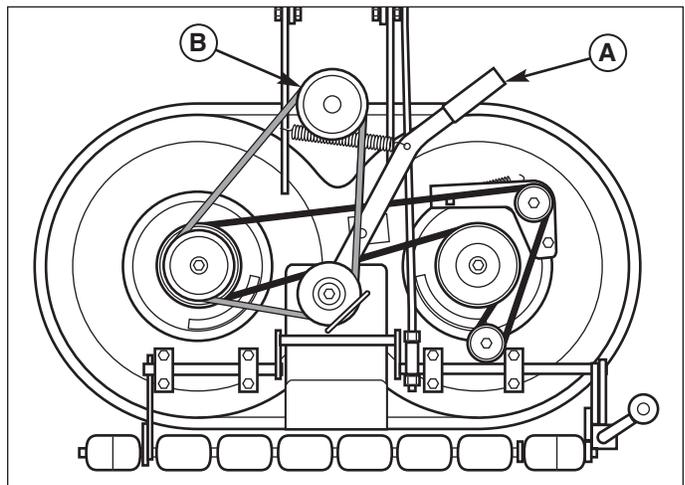

Figure 11. Enlèvement et mis en place de la courroie
5. Enlever la courroie de la poulie de PDF (B, Figure 11).
6. Voir la Figure 11. Déplacer le bras de poulie folle (A) pour relâcher la tension de la courroie. Installer la courroie sur la poulie de la PDF (B).